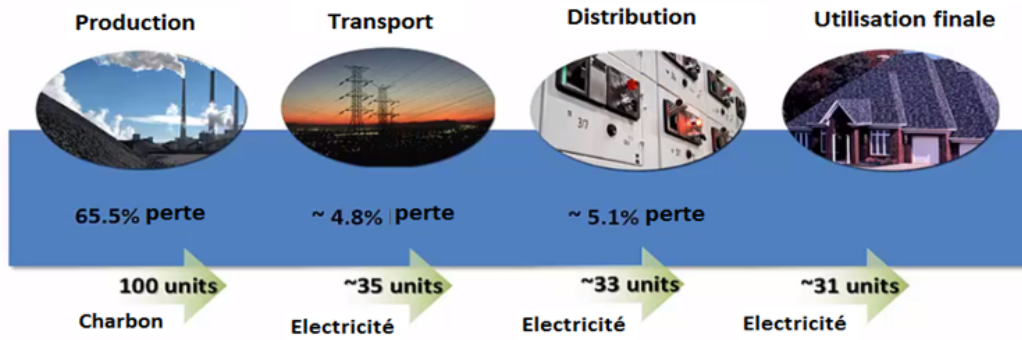

Figure20 : Inconvénients des grids
- L'augmentation des pertes dans le réseaux accompagné d'un faible rendement des centrales de production de sorte que pour chaque unité d'énergie qui atteint effectivement l'utilisateur final, environ quatre unités d'énergie sont entrées dans le processus de génération, et les trois autres sont perdus(*Figure 20*).